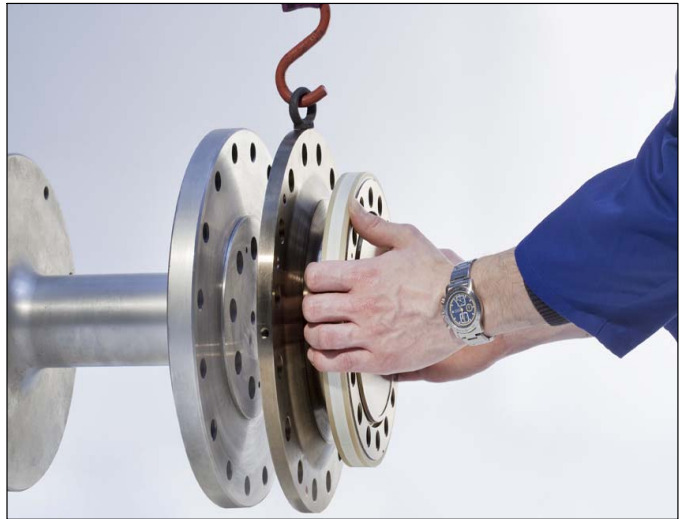

Abb. 5.3 Rotoreinbau (waagrecht)
3. Soll der Rotor waagrecht wie in Abb. 5.3 eingebaut werden, dann entfernen Sie *eine* Montageöse. Bei senkrechtem Einbau bleiben zunächst beide Montageösen im Flansch.